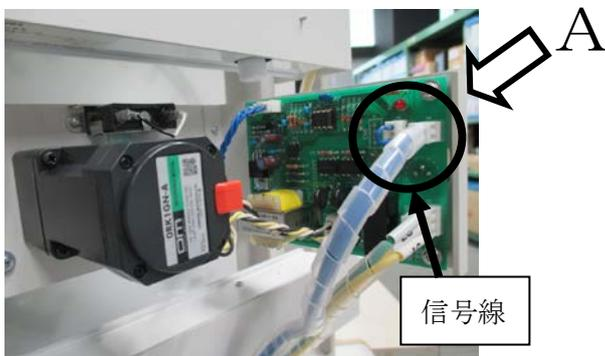

図1. サーボユニット (信号線)
(2) 電流発生器から直接サーボユニットに信号を入れる。
- ① サーボユニットに接続されている図1の○部分のコネクタを外し、付属されている図3のコネクタ付きケーブルを接続します。(信号線を切り離しますので、他の計器が接続されていたとき、その計器はマイナス方向へ動くか、もしくは指示値が止まります)
- ② 赤色チューブの端子を電流発生器の+側へ、青色チューブの端子を電流発生器の-側へ接続します。